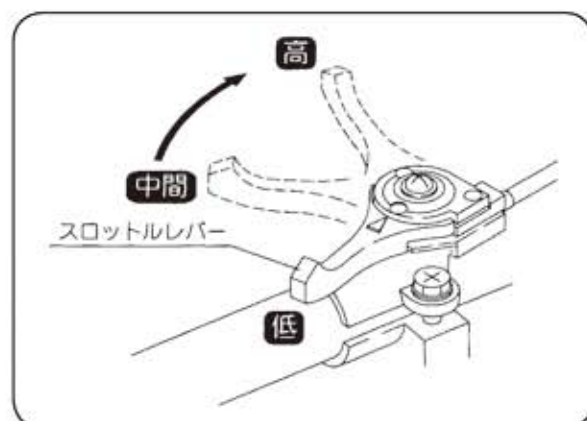

図12
- ② スロットルレバーをゆっくり【低→高】位置にします。(図12)